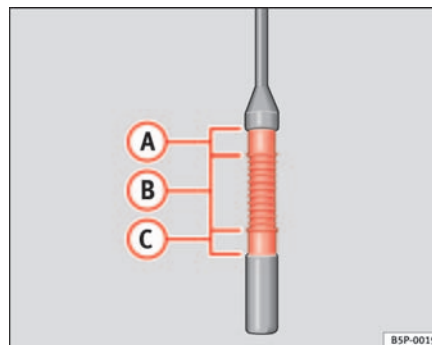

Abb. 160 Ölmesstab.
- Ziehen Sie den Ölmesstab wieder heraus und lesen Sie den Ölstand am unteren Ende des Ölmesstabes ab ⇒ Seite 222, Abb. 160.
Befindet sich der Ölstand im Bereich ⇒ Seite 222, Abb. 160 **(A)**, darf kein Öl nachgefüllt werden.